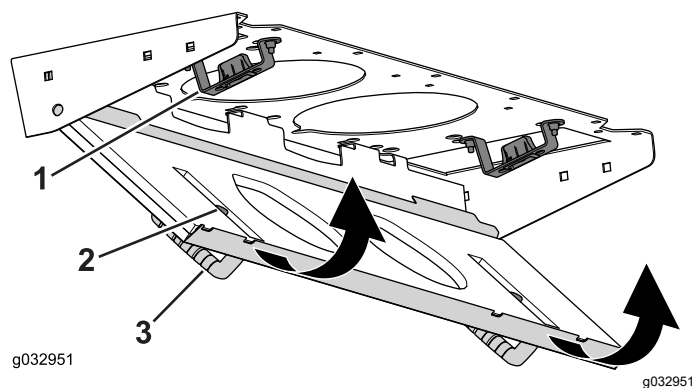

Figura 99
4. Ruotate lo schermo del filtro attorno alle alette fino a quando il fermo non si blocca nel gruppo del supporto del fermo (**Figura 99**).